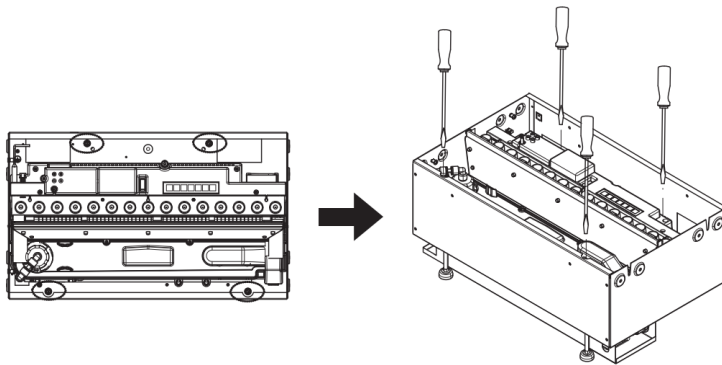
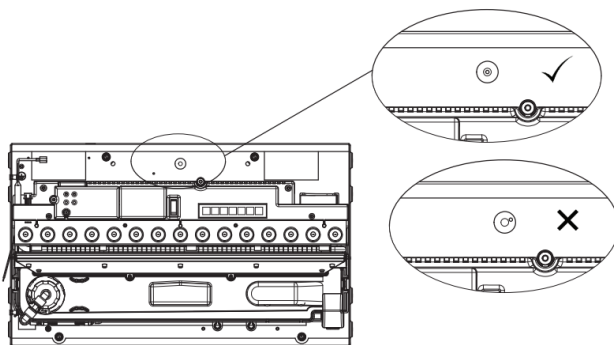

Fig.5
Fig.6
3. Stellen Sie sicher, dass sich das zweite Produkt auf der richtigen Höhe befindet und dem ersten Produkt entspricht. Sie können die verstellbaren Füße mit einem Flachkopf-Schraubenzieher anpassen (Abb. 5). Die Ebenheit des Produkts kann mithilfe der integrierten Richtwaage (Abb. 6) überprüft werden.